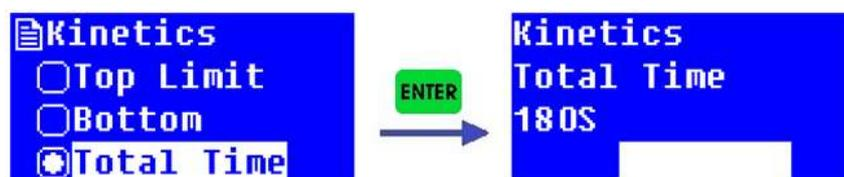

Fig. 3-36
**Configuración de tiempo Cinético:** Pulsar "▲" o "▼" para seleccionar "Total Time" en la interfaz de configuración Cinética y pulsar "ENTER" para entrar a la interfaz de configuración (Fig. 3-36). Entrar el valor del tiempo y pulsar "ENTER", entonces, pulsar "ESC" para volver a la interfaz de medición Cinético.